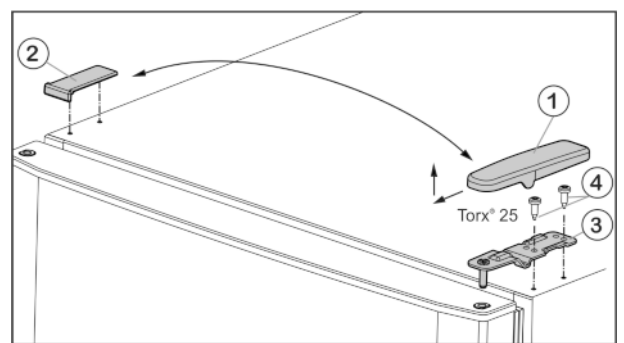

Fig. 4
- ▶ Enlever le cache Fig. 4 (1) vers l'avant et vers le haut.
- ▶ Retirer le cache Fig. 4 (2).
- ▶ Dévisser le support d'appui supérieur Fig. 4 (3) (2 Torx® 25) Fig. 4 (4) et retirer vers le haut.
- Placer le support d'appui supérieur Fig. 4 (3) sur le nouveau côté charnière de porte.
- Revisser le support de palier (**en appliquant un couple de 4 Nm**) (2 Torx® 25) Fig. 4 (4). Utiliser au besoin une visseuse sans fil.
- Remettre en place l'habillage Fig. 4 (1) du côté opposé depuis l'extérieur et l'enclencher.
- Remettre en place l'habillage Fig. 4 (2) du côté opposé depuis le dessus et l'enclencher.